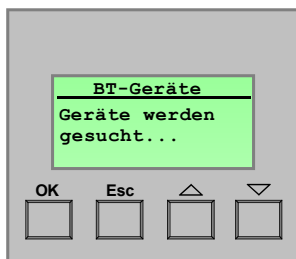

Bild 9: BT-Geräte werden gesucht
7. Der Suchvorgang startet. Im Display des Gateways erscheint die Meldung "Geräte werden gesucht..." (vgl. Bild 9). Während des Suchvorgangs werden durch einen besonderen 'Bluetooth-Rundruf' (BT-Enquiry) alle im Empfangsbereich befindlichen Bluetooth-Endgeräte angesprochen. Jedes Endgerät antwortet daraufhin dem Gateway zurück. Dabei ist von Wichtigkeit, dass die automatische Geräteerkennung beim einzulernenden Endgerät aktiviert ist! Der Suchvorgang wird automatisch nach ca. 20 Sekunden beendet. Weiter mit Schritt 8 bzw. mit Schritt 9.